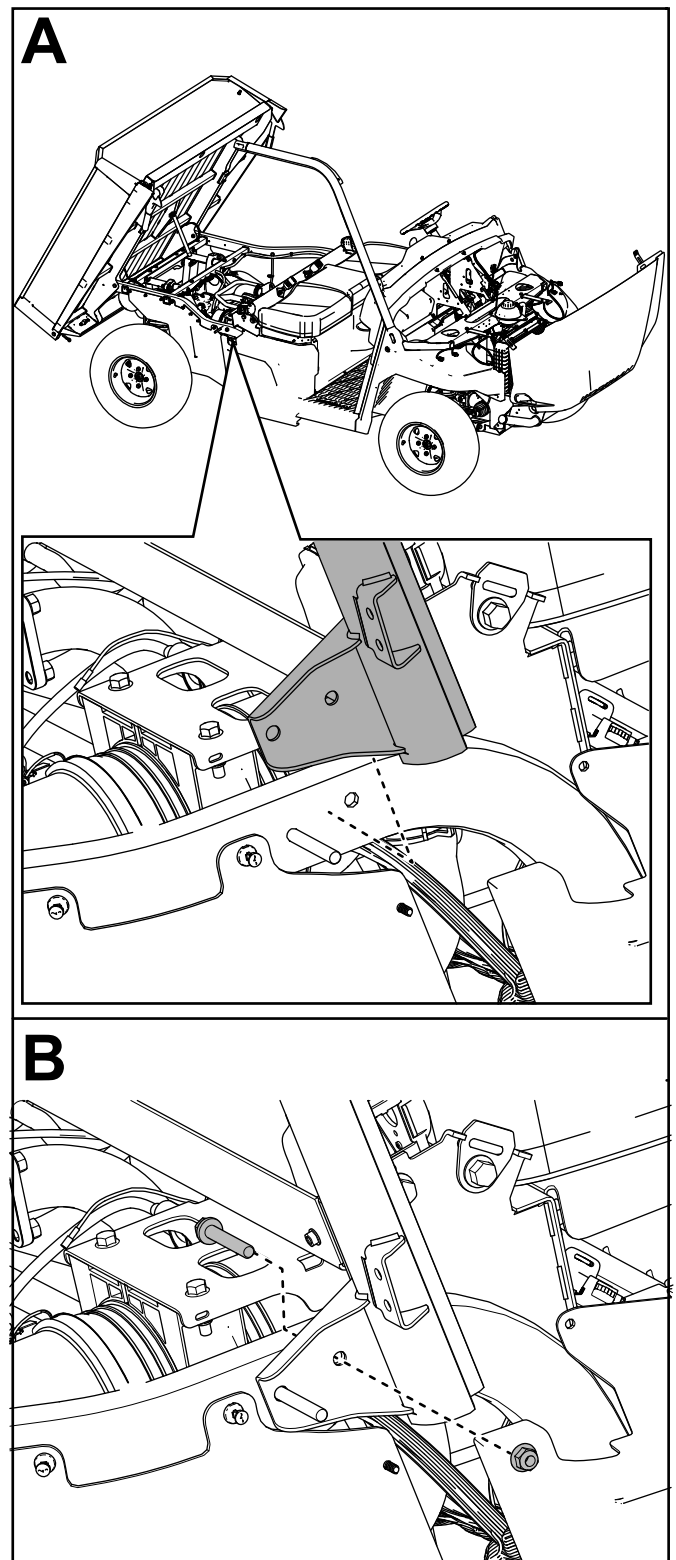

Figure 12
5. Fixez légèrement la barre arrière droite de l'arceau de sécurité sur le tube arrière droit du cadre à l'aide de 1 boulon à embase ($\frac{3}{8}$ " x $2\frac{1}{4}$ ") et de 1 contre-écrou ($\frac{3}{8}$ "), comme montré à la Figure 12.